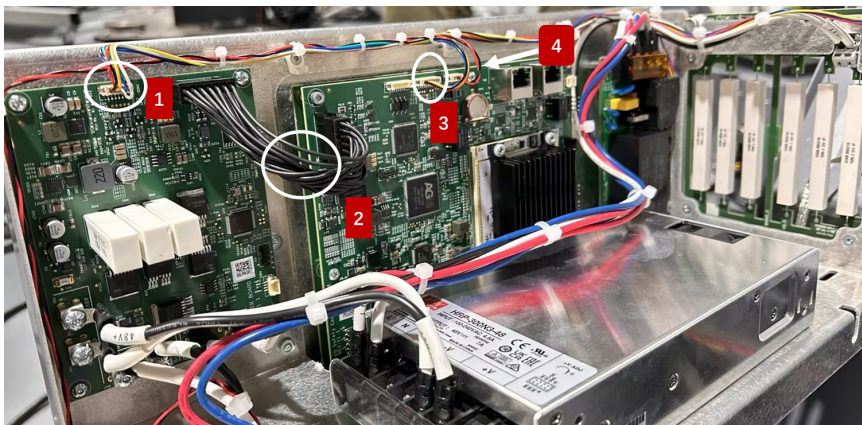

图 3-27: 电源板、刹车板到 Safety I/O 板的线缆位置
6. 断开刹车板到电源板上的线缆，即图 3-27 中的 1（刹车板信号控制线）；